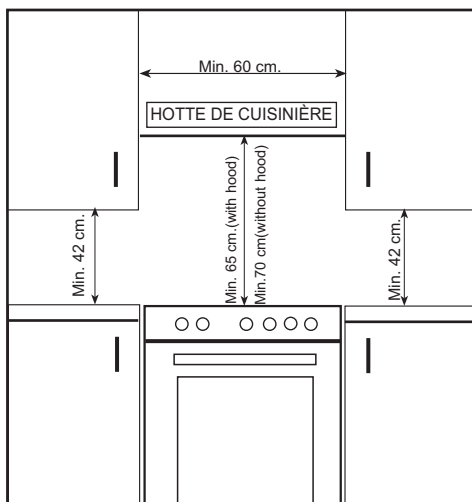

figure 5
La cuisinière peut être placée près d'un autre meuble, mais bien faire attention que la hauteur du meuble ne dépasse pas la hauteur de la cuisinière (fig.5).
- Les dimensions minimums au-dessus de la table de cuisson, de la hotte, des meubles latéraux sont indiquées sur la figure 5. La hotte d'évacuation doit être au moins à 65 cm de hauteur de la table de cuisson. S'il n'y a pas de hotte, la hauteur du meuble situé au-dessus ne doit pas être inférieure à 70 cm.